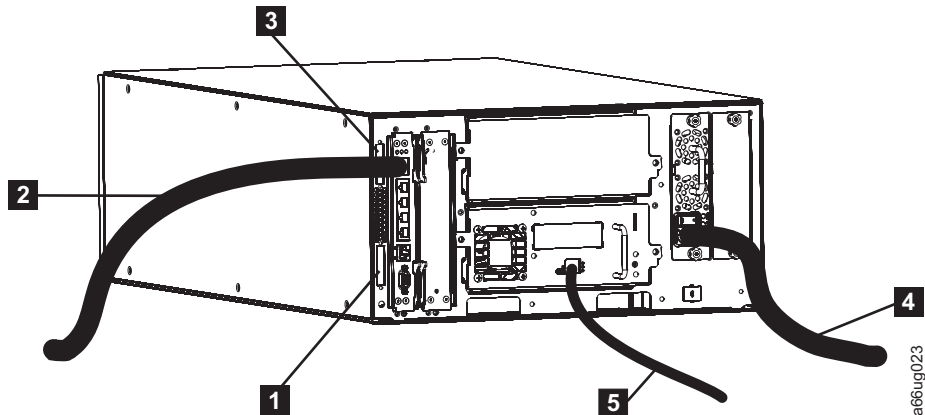

Figura 3-1. Cableado de una biblioteca de 5U
- Dos terminadores de comunicaciones del módulo **1** y **3** de la Figura 3-1)
- Conecte el cable de alimentación a cada fuente de alimentación (**4** de la Figura 3-1) y luego a la toma de alimentación